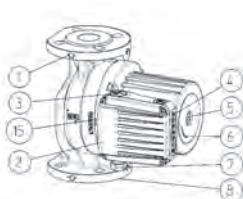
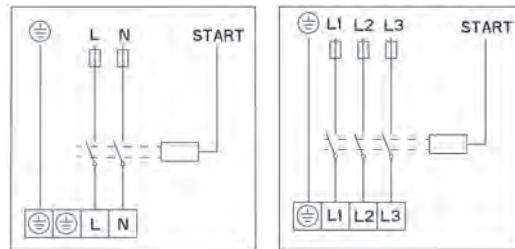

рис.1
рис. 3
- насос устанавливается напрямую в трубопровод таким образом, чтобы ось насоса 1-1 была горизонтальной (рис. 3);
- направление потока воды через насос должно соответствовать направлению стрелки на корпусе насоса (рис. 1- ПОЗ.1);
- необходимо использовать фланцы для подключения NP 6/10 (рис.1 – ПОЗ.8);
- насосы GHN (basic, auto), GHNM (basic, auto) имеют одинарный гидравлический корпус (рис..1 – ПОЗ.8);
Гидравлический корпус насоса допускается изолировать только до прорези между мотором и гидравлическим корпусом. Отверстия для отведения конденсата необходимо оставить открытыми для обеспечения вывода конденсата из статорного отсека, данные отверстия необходимо оставлять открытыми и в системах обогрева, когда выполняется только термоизоляция гидравлического корпуса (рисунок 1, 2, ПОЗ 15).
Провод подключения подключается через кабельный ввод M20 (рис.1 – ПОЗ.7).
Электрическое соединение насосов необходимо выполнить по соединительной схеме (рис. 3), которая отображена на нижней стороне крышки мотора. Перед этим необходимо отвинтить верхнюю крышку (рис.1 - ПОЗ. 2)
В насосах типа GHN (basic, auto), GHND (basic, auto), GHNM (basic, auto), GHNMD (basic, auto) ротор работает в воде. Ротор установлен в специальных работающих на смазке водой подшипниках, поэтому перед вводом в эксплуатацию необходимо заполнить насос водой и откачать воздух. Для откачки воздуха из насоса необходимо удалить болт на обратной стороне электромотора (рис.1-ПОЗ.5) - воздух начнет выходить через прорезь между валом мотора и подшипником. После того как начнет вытекать вода, необходимо закрыть вентили со стороны всасывания и со стороны нагнетания и запустить насос. При вращении вала насоса в обратном направлении начнет мигать красная лампочка встроенного индикатора. Насос оснащен опцией определения других ошибок, описанных в таблице ниже. Мигание красной лампочки сообщает номер ошибки. За последовательностью сигналов следует длинный интервал, количество сигналов между двумя интервалами является кодом ошибки.
вращения. Для достижения выбранных характеристик скорости ① ② ③ на насосе расположена кнопка ⏹ (рис. 1, 4), с помощью которой можно изменять скорость. Установить скорость для насосов GHN, GHND, GHNM, GHNMD (авто) ⏹ можно нажимая кнопку ⏹ : в ручном режиме для скоростей ① ② ③, а в автоматическом — нажав кнопку ⏹ в режиме ① или ②. В обоих случаях насос работает автоматически на скоростях потока ② ③. В ночном режиме ① учитывается температура среды: если температура среды падает, насос переключается на скорость ② при падении более чем на 10°C или на скорость ① при падении более чем на 20°C вне зависимости от потока. При повышении температуры более чем на 20°C скорость потока восстанавливается. Этот метод предназначен для систем с терmostатическими клапанами или систем, в которых температура снижается ночью.
Выключить насос; закрыть вентили со стороны нагнетания и со стороны всасывания; удалить болт для откачки воздуха; отверткой (рис.1-ПОЗ.5), которую необходимо установить в прорезь на валу, крутить вал до тех пор, пока он не начнет свободно вращаться. После этого необходимо установить болт для откачки воздуха на место.